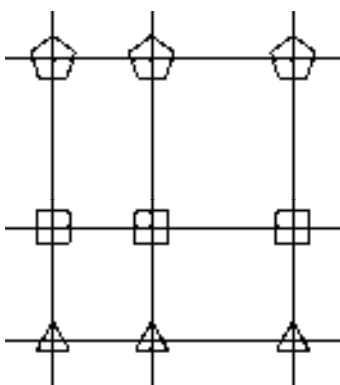

图 4-21 替换结果
4) 按〈Enter〉键, 即可完成柱子的替换操作, 结果如图 4-21 所示。